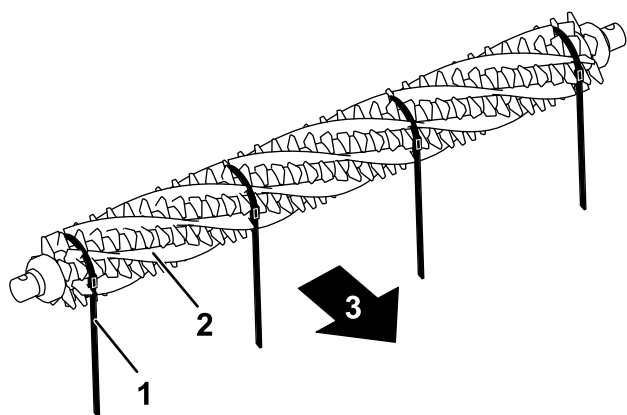

Figura 20
3. Da un lato del cilindro del groomer, fate scorrere una spazzola in ogni scanalatura sull'intera lunghezza del cilindro del groomer stesso (Figura 20).
Importante: Avvolgete le cinghie attorno alla lama del groomer e al gruppo spazzole in direzione di rotazione primaria. Figura 20 mostra le cinghie installate per la rotazione in avanti.